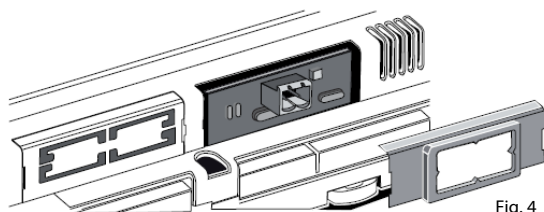

Fig. 4
3. Inserire la scheda opzionale nel corrispondente connettore, assicurandosi che la scheda sia ben inserita e a contatto dei due appoggi posti sul contenitore del KPM30/KPM31 (Fig. 4). Attenzione! L'inserimento della scheda e l'accoppiamento dei connettori potrebbero risultare difficoltosi a causa dello spazio esiguo e dei due appoggi plastici. Si consiglia l'inserimento obliquo della scheda e la sua rotazione fino a far combaciare i connettori.
3. Insert the optional card in the corresponding socket, making sure that the card is fitted correctly and in contact with the two supports on the case of the KPM30/KPM31 (see Fig. 4).